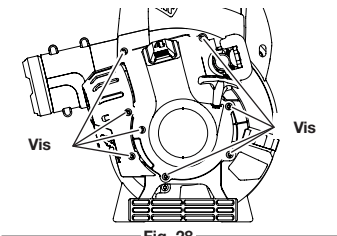

Fig. 28
- Retirez les 8 vis du couvercle du moteur à l'aide de l'outil approprié (Fig. 28) et enlevez le couvercle.